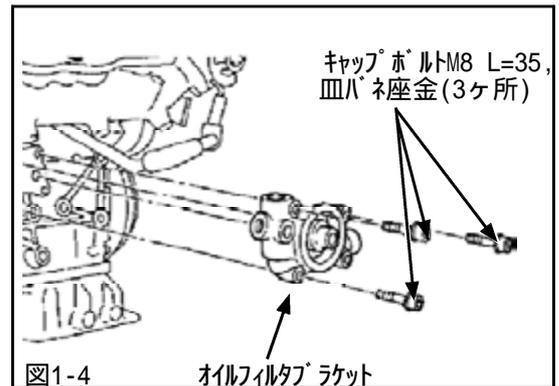

図1-4 オイルフィルタブラケット
(9) オイルフィルタブラケットを固定しているボルトをキャップボルトM8 L=35, 皿バネ座金M8に交換してください。(図1-4)